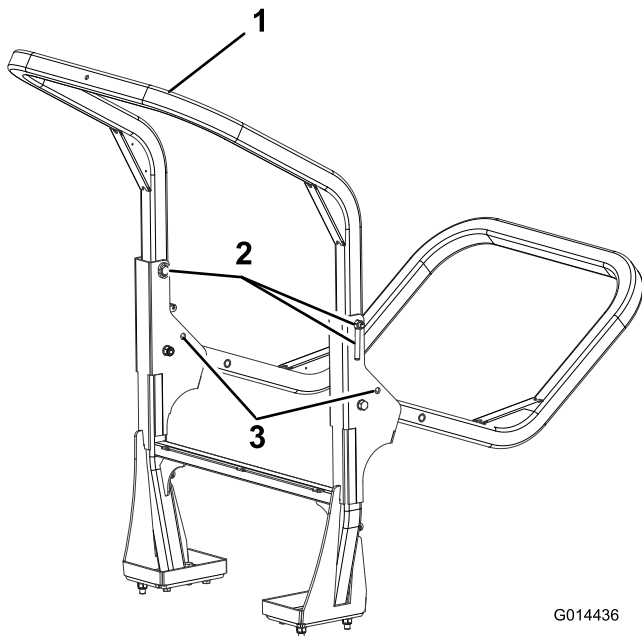

Bild 43
2. Stützen Sie das Gewicht des oberen Rahmens ab, während Sie die Handmutter, Scheiben und Befestigungsschrauben von den Schwenkhalterungen abnehmen (Bild 43).